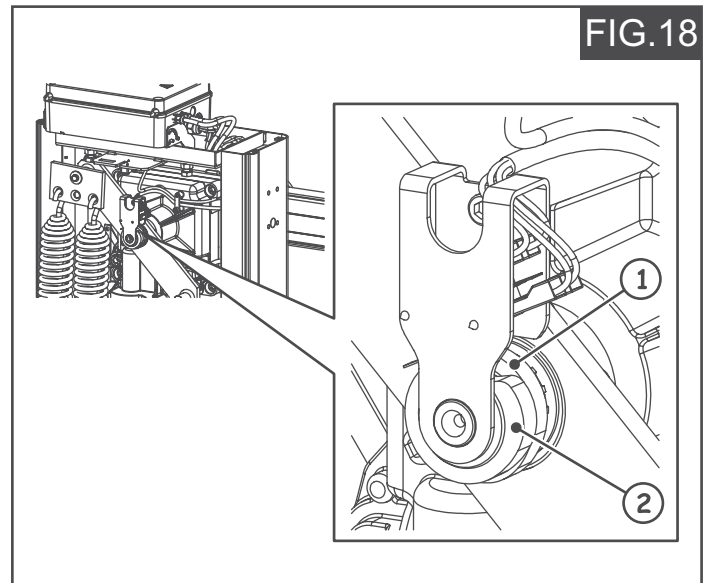

FIG.18
En la Barrera están presentes dos finales de carrera para identificar la posición del Brazo, abierto o cerrada, (Fig. 18).
- 2.- Gire la leva, (Fig. 18 Ref. 1), hasta que se advierta la intervención del final de carrera.
- 6.- Gire la leva, (Fig. 18 Ref. 2), hasta que se advierta la intervención del final de carrera.